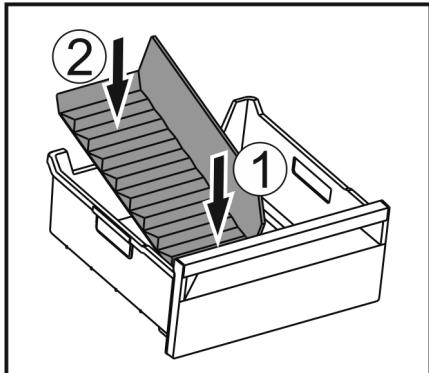

Fig. 165
- Поставете предната част на разделителя на отделението за лед. Fig. 165 (1)
- Спуснете задната част на разделителя на отделението за лед до дъното на чекмеджето. Fig. 165 (2)